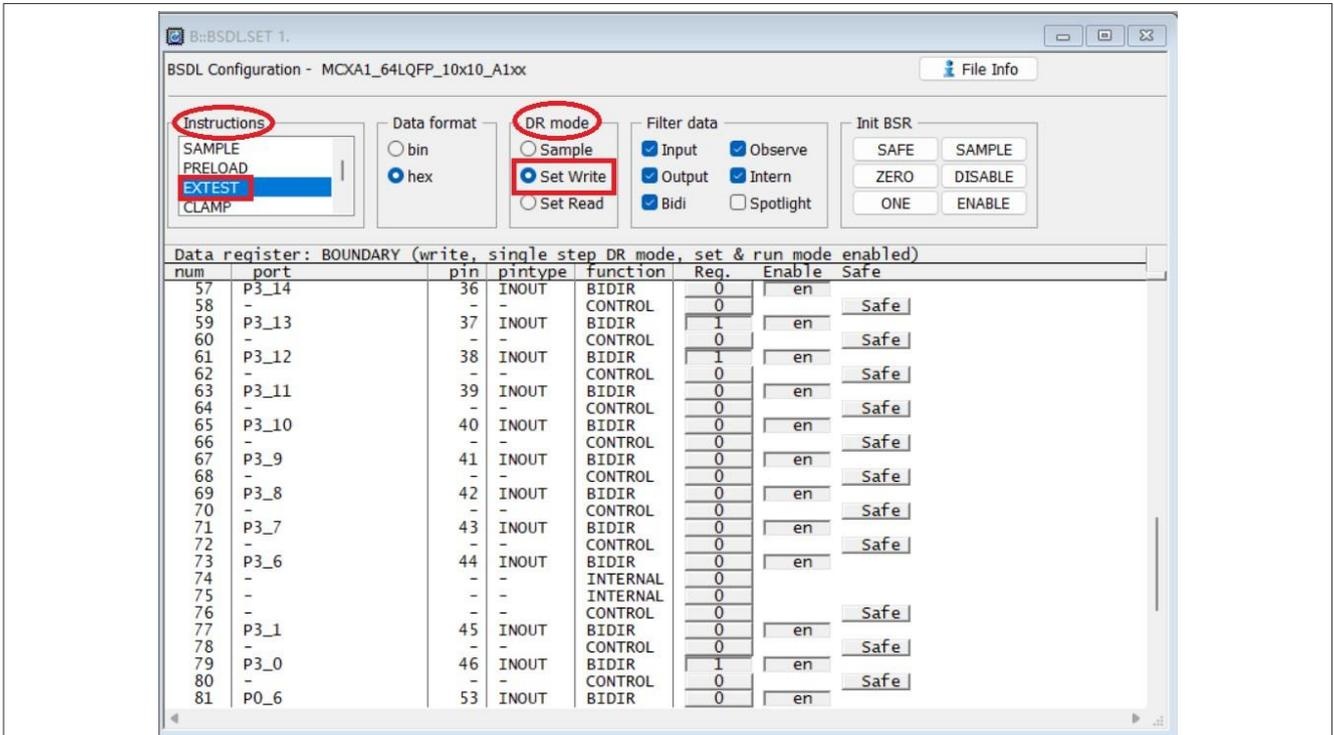

图18. BSDL.SET窗口中的EXTTEST设置
- 在TRACE32命令行输入BSDL.SET命令，出现BSDL.SET窗口。在Instructions字段中点击EXTEST，在DR mode字段中选择Set Write，如图18所示。
切换到BSDL.state窗口中的Run选项卡，点击SetAndRun，如图18所示。